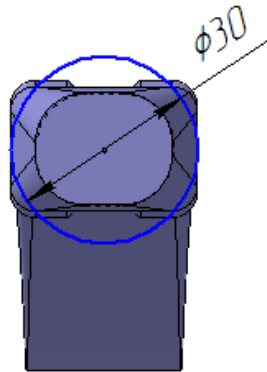

Рисунок 46.
- Проставьте диаметральный размер (рис. 46).